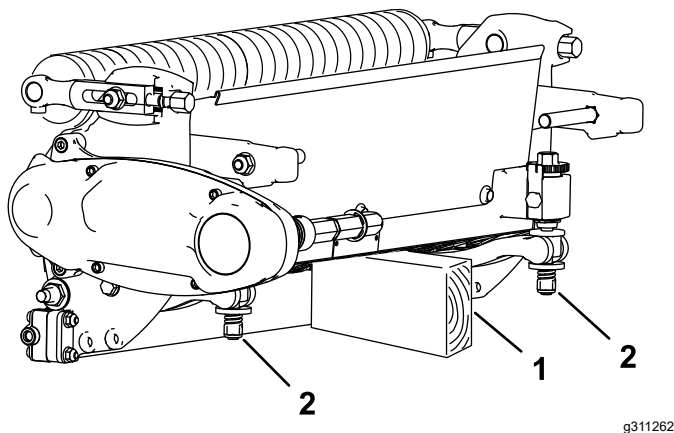

図 11
- トラクションユニットから外してある場合ベッドバー調整ねじのナットが床面に接触しないように、カッティングユニットの後ろ側をスタンドなどで支えてください 図 11。